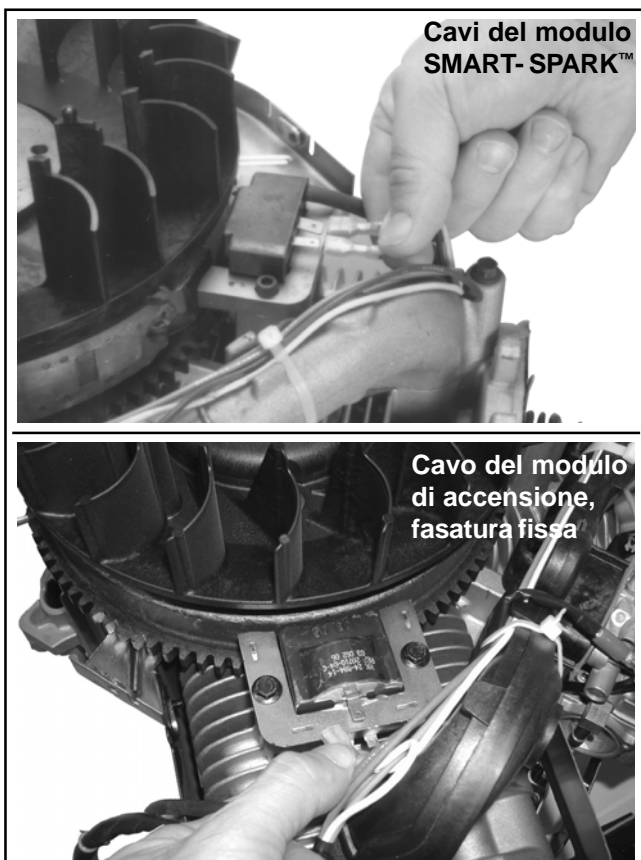

Figura 9-32. Scollegamento del(i) cavo(i) dai moduli di accensione.
1. Scollegare il(i) cavo(i) da ogni modulo di accensione. Vedere Figura 9-32.